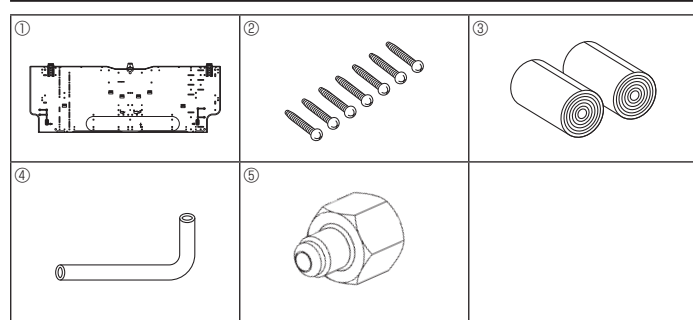

Fig. 3-1
3.1. Zubehöerteile der Inneneinrichtung prüfen (Fig. 3-1)